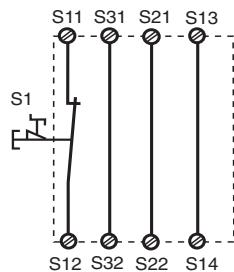
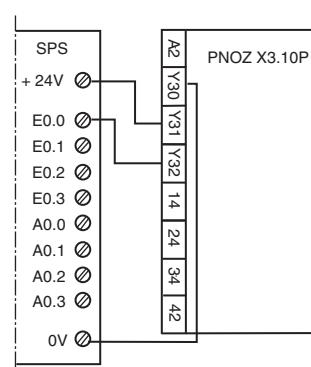

Fig. 2: Eingangskreis einkanalig, automatischer Start/Single-channel input circuit, automatic reset/Commande par 1 canal, validation automatique
Fig. 11: Anschlussbeispiel für Halbleiterausgang/Connection of semiconductor output/Câblage de la sortie statique
Fig. 2 ... Fig. 11 zeigen Anschlussbeispiele für Not-Halt-Beschaltung mit automatischem und überwachtem Start, Schutztürsteuerung und Lichtschrankensteuerung sowie Kontaktvervielfachung durch externe Schütze.
- Fig. 2 und 7: **keine** Verbindung S33-S34
Beachten Sie bei Fig. 2 und 7: Das Gerät startet bei Spannungsausfall und -wiederkehr automatisch. Verhindern Sie einen unerwarteten Wiederauflauf durch externe Schaltungsmaßnahmen.
Fig. 2 ... Fig. 11 show connection examples for Emergency Stop wiring with automatic and monitored reset, safety gate control and light curtain control as well as contact expansion via external contactors.
- Fig. 2 and 7: S33-S34 **not** connected
Please note for Fig. 2 and 7: the device starts automatically after loss of power. You should prevent an unintended start-up by using external circuitry measures.
Les figures 2 à 11 représentent les différents câblages possibles du PNOZ X3P à savoir : pousoir AU avec réarmement automatique ou auto-contrôlé, interrupteurs de position, barrage immatériel et augmentation du nombre des contacts de sécurité par contacteurs externes.
- Fig. 2 et 7: **pas** de câblage sur S33-S34
Dans le cas de la figure 2 et 7, l'appareil se réarme automatiquement après une coupure et une remise sous tension. Evitez tout risque de redémarrage par un câblage externe approprié.